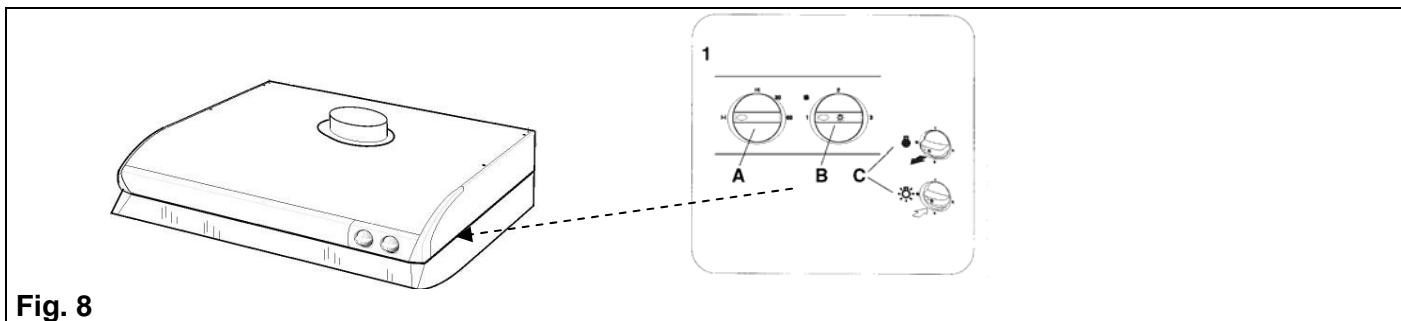

Fig. 8
- Fig. 8: A** Bryter for tidsregulert spjeld
- Fig. 8: A** Brytare för tidsreglerat spjäll
- Fig. 8:**